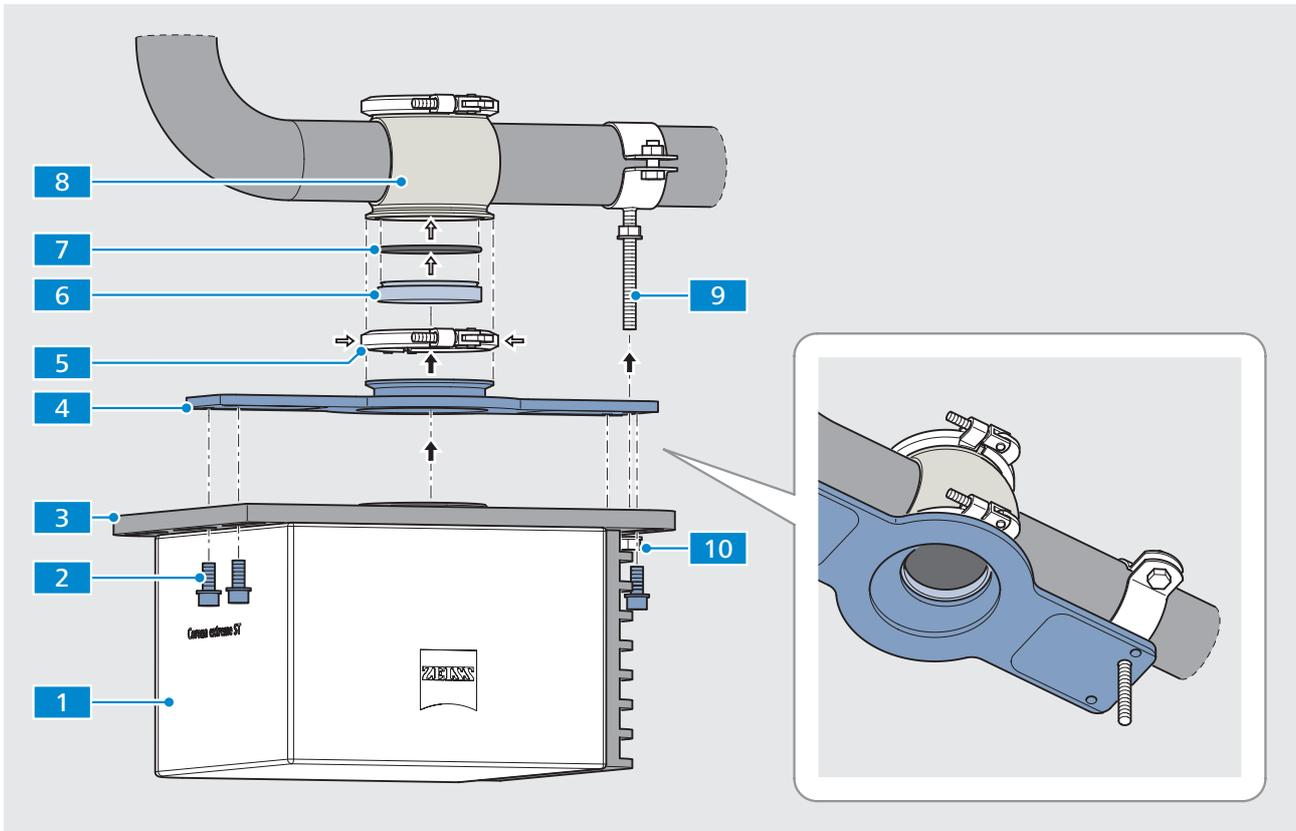

Abb. 11 Corona extreme mit Montageflansch für GEA-Rohrsysteme montieren
- Vorbereitete kundenseitige mechanische Schnittstelle (siehe Abb. 11 auf Seite 25)
- 2 Montieren Sie eine passende Rohrschelle **9** an das Rohr. Wählen Sie dazu den Abstand zum GEA VARINLINE Gehäuse **8** so, dass die Gewindestange der Rohrschelle exakt in die Durchgangsbohrung im Flansch passt (siehe Lupe in Abb. 11 auf Seite 25).